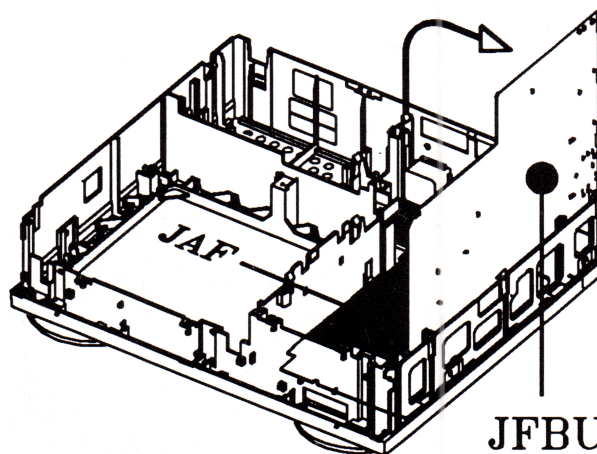

Fig. 6
- Het JFBU nu eerst optillen en dan in de servicestand (zie afb. 6) draaien en in de daartoe bestemde spleten zetten.